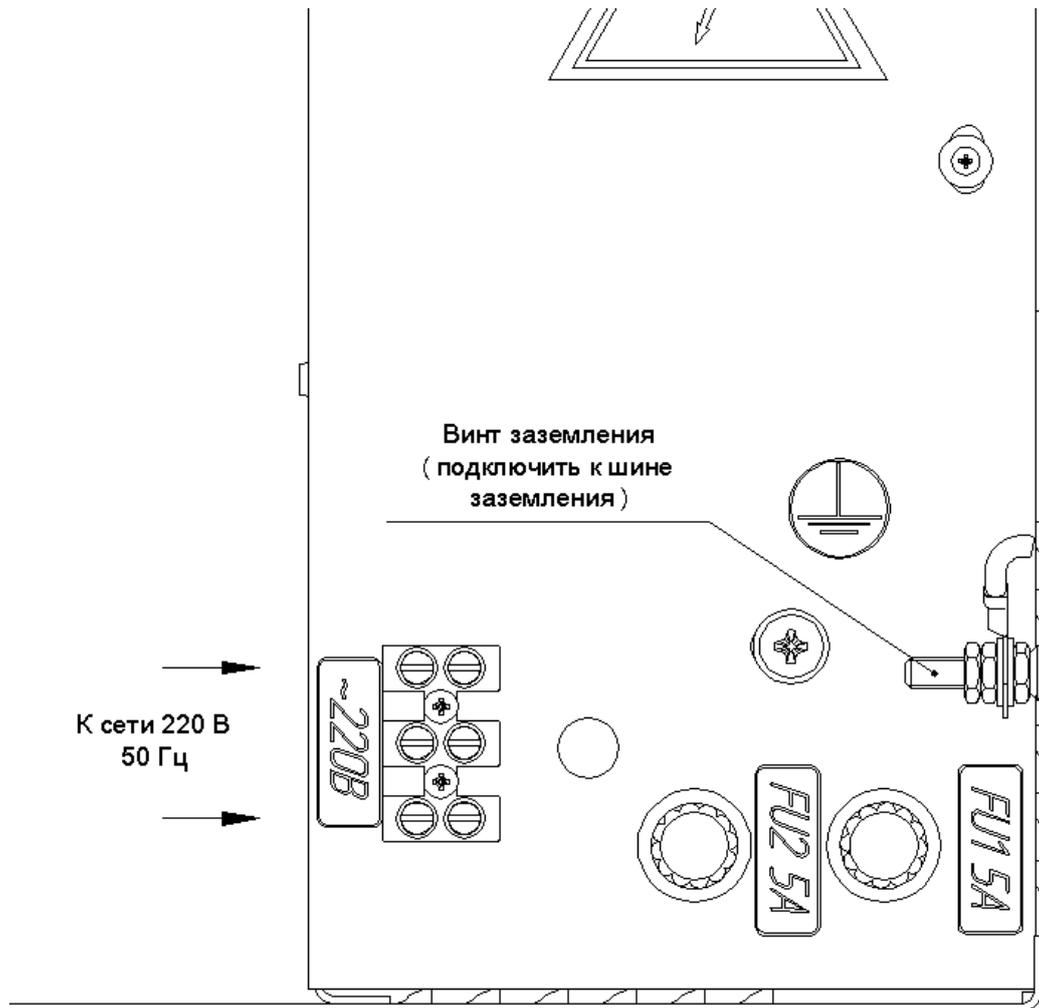

Рисунок 2
- подключите провода питающей сети к клеммному разъему 220В согласно монтажной схеме (рис.2), предварительно пропустив их через вводы в отверстиях корпуса.